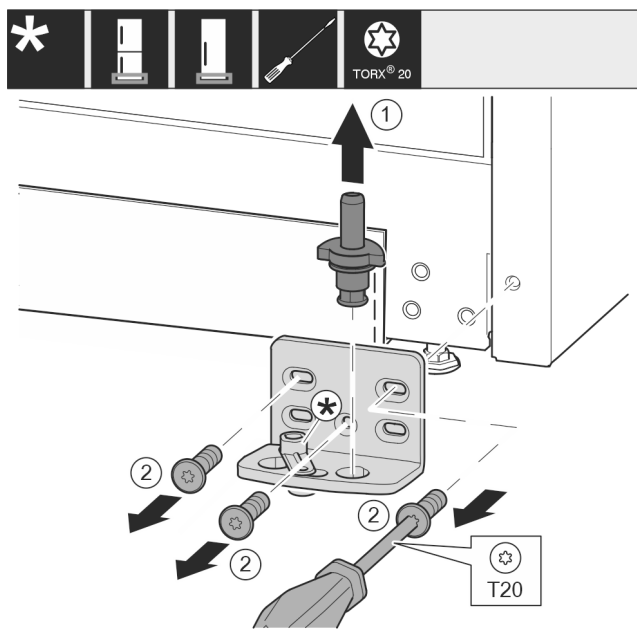

Fig. 25
- Ložiskový čep Fig. 25 (1) celý vytáhněte nahoru.
- Šroubovákem vyšroubujte šrouby Fig. 25 (2) a sejměte stojan ložiska.